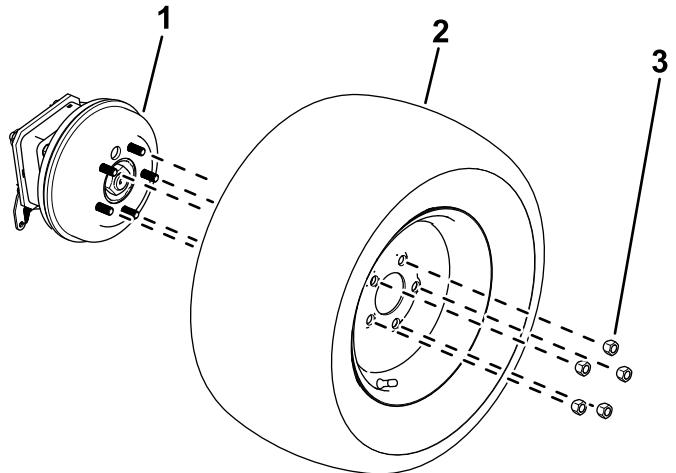

Figura 11
1. Afloje y retire las tuercas de las ruedas (Figura 11).
2. Retire las ruedas de los cubos de las ruedas (Figura 11).
1. Utilice las tuercas que retiró anteriormente para sujetar las ruedas a los cubos de las ruedas (Figura 11).